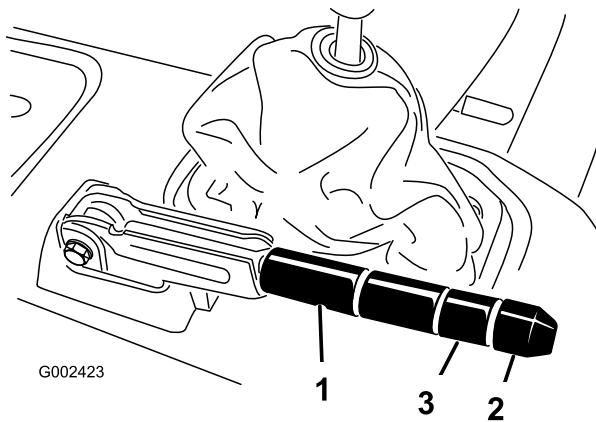

Рисунок 67
- Ослабьте установочный винт, который крепит головку к рычагу стояночного тормоза (Рисунок 67).